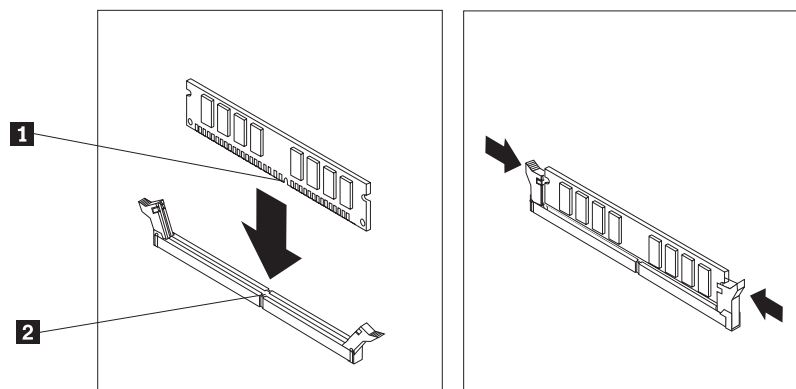

Рисунок 31. Установка модуля памяти
- Приложите новый модуль памяти к разъему. Убедитесь, что паз на модуле памяти **1** совпадает с выступом разъема **2** материнской платы. Вставьте модуль в разъем и нажмите на него так, чтобы защелкнулись фиксирующие защелки. Смотрите рис. 31.